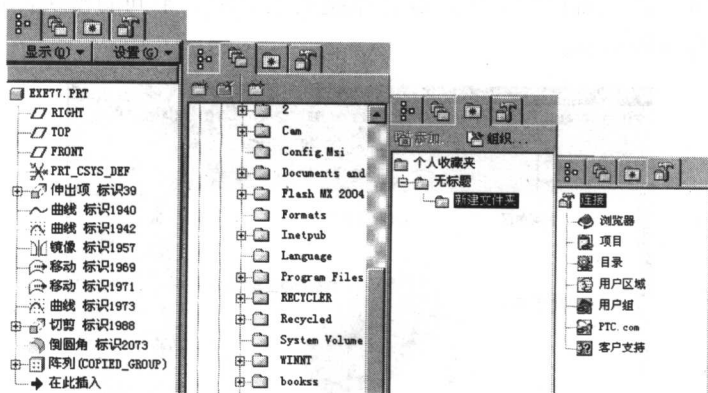

图 1-9 打开导航面板
- 导航栏隐藏/显示区：位于窗口工作区的左侧。单击导航栏右侧的符号“>”，显示导航栏，单击导航栏右侧的符号“<”，隐藏导航栏。导航栏中包括模型树、资源管理器、收藏夹和相关网络技术资源 4 部分内容。单击相应选项按钮，打开相应的导航面板，如图 1-9 所示。